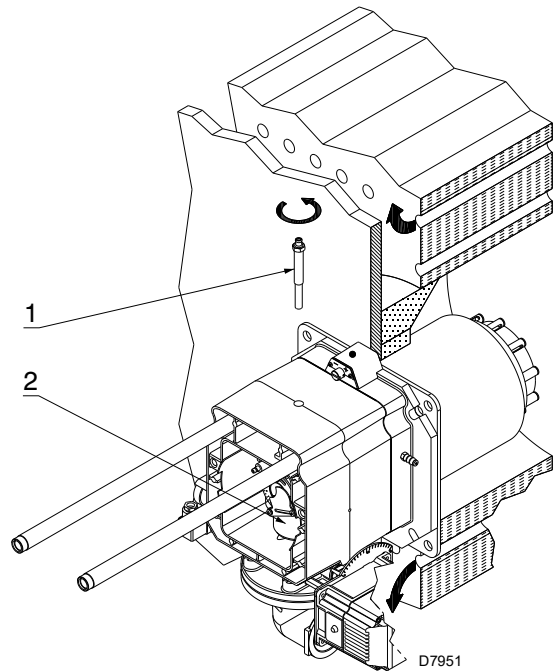

Abb. 14
- die Schraube 1)(Abb. 14) entfernen;
- das Innenteil 2)(Abb. 14) herausziehen und deren Einstellung vornehmen.
An dieser Stelle der Installation ist der Flammkopf am Kessel wie in Abb. 14 angebracht.